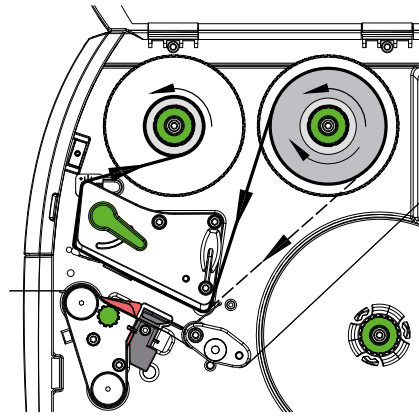

Figura 14 Curso da fita de transferência
2. Rodar a alavanca (6) no sentido contrário ao dos ponteiros do relógio, para levantar a cabeça de impressão.
3. Deslocar a fita (1) no desenrolador (2), de forma a que o revestimento colorido da fita fique virado para baixo ao desenrolar.
4. Colocar o rolo (1) no desenrolador, de forma a que as duas extremidades do rolo apresentem valores de escala idênticos.
5. Segurar o rolo da fita (1) e rodar o botão rotativo no desenrolador (3) no sentido contrário ao dos ponteiros do relógio, até o rolo da fita ficar fixo.
6. Inserir um núcleo da fita adequado (4) no enrolador da fita (5) e fixar da mesma maneira.
7. Passar a fita pelo módulo de impressão, tal como ilustrado na figura 14.
8. Fixar o início da fita no núcleo da fita (4) com fita cola. Observar aqui o sentido de rotação do enrolador da fita no sentido contrário ao dos ponteiros do relógio.
9. Rodar o enrolador da fita (5) no sentido contrário ao dos ponteiros do relógio, para alisar o curso da fita.
10. Rodar a alavanca (6) no sentido dos ponteiros do relógio, para bloquear a cabeça de impressão.